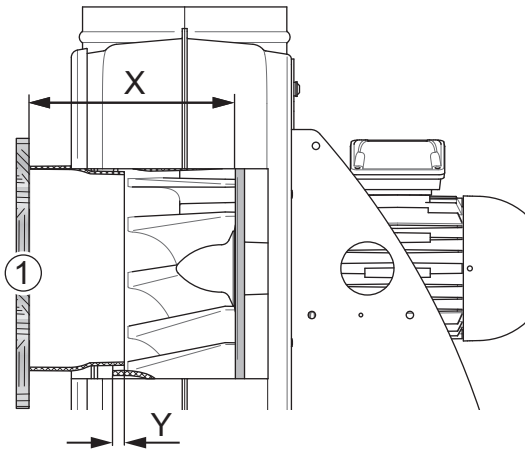

Abb. 39: Laufradposition messen (Schnittdarstellung)
- Messung nach Abbildung 39 durchführen.